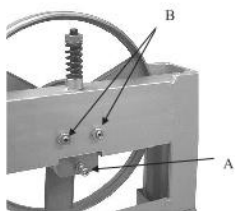

Рисунок 8
1. Ослабьте болты (Рис. 8А).
2. Отрегулируйте две гайки (Рис. 8В) до тех пор, пока лезвие не будут перемещаться по центру колеса.
3. Затяните болты (Рис. 8А).